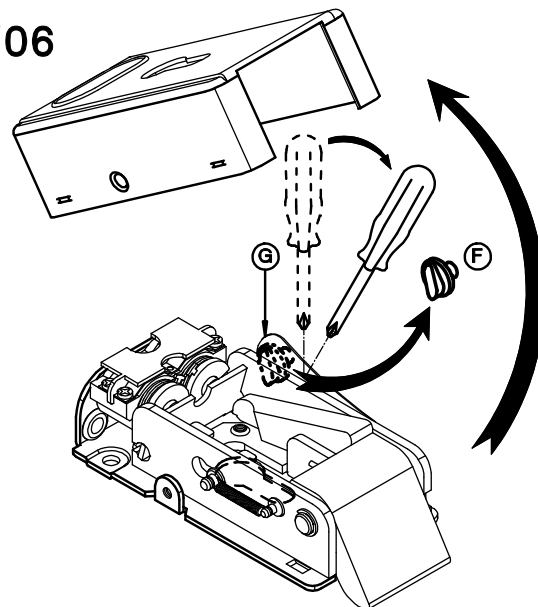

Fig.4
(GB) TO ADJUST THE BACKSET OF THE LOCK (ONLY FOR LOCK V9083 WITH ROUND CYLINDER - SEE FIGURE 4)
(D) EINTRITT REGELUNG (NUR FÜR ELEKTROSCHLOSS V9083 MIT RUNDZYLINDER - SEHEN SIE FIGURE 4)
(F) POUR REGLER LA DISTANCE D'ENTREE (SEULEMENT POUR SERRURE V9083 AVEC CYLINDRE ROND - VOIR FIGURE 4)
(GB) HOW TO CHANGE OPENING FUNCTION (ONLY FOR LOCKS V06 AND V9083 - SEE FIGURE 4)
(D) ÖFFNUNG ÄNDERUNG (NUR FÜR ELEKTROSCHLÖSSER V06 ET V9083 - SEHEN SIE FIGURE 4)
(F) MODIFIER LA FONCTION D'OUVERTURE (SEULEMENT POUR LES SERRURES V06 ET V9083 - VOIR FIGURE 4)